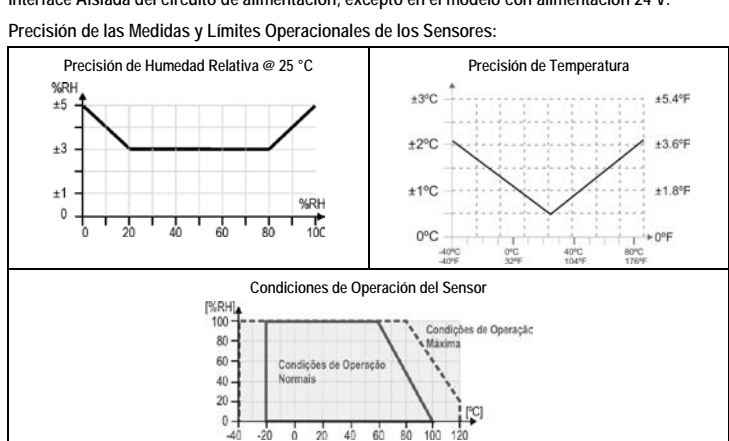

Fig. 01 - Precisión en la medición de humedad y temperatura
Rango de medición: 0 e 100 % de humedad relativa (RH) (ver Fig. 01);
Precisión: Ver Fig. 01; Repetibilidad: ± 1 % RH;
Precisión: Ver Fig. 01; Repetibilidad: ±0,1 °C;
Rango de medición: -20 e 100 °C (ver Fig. 01);